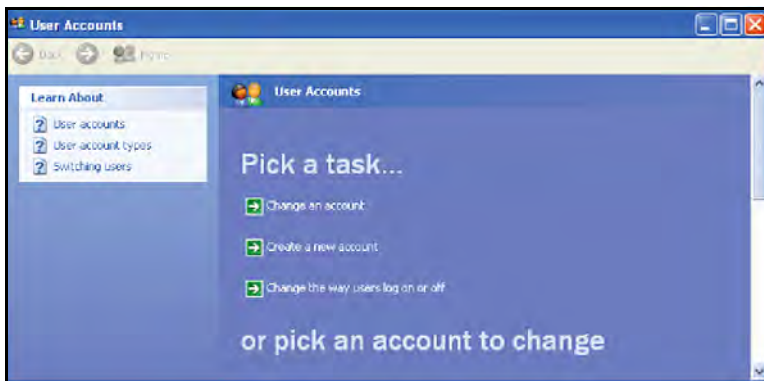

Рис. 109: Окно учетных записей пользователей
2. Когда окно "Учетные записи пользователей" (см. Рис. 109 ниже) откроется, щелкните Создать новую учетную запись (Create a New Account).